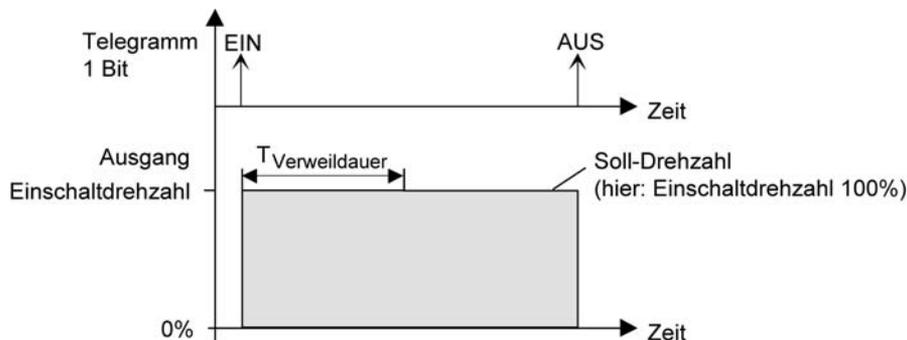
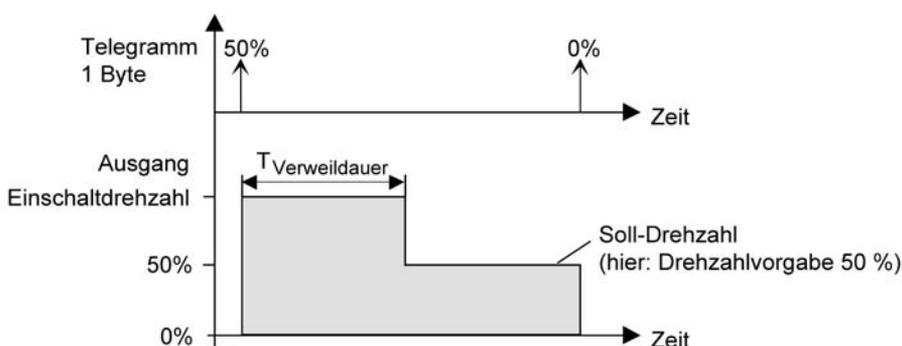
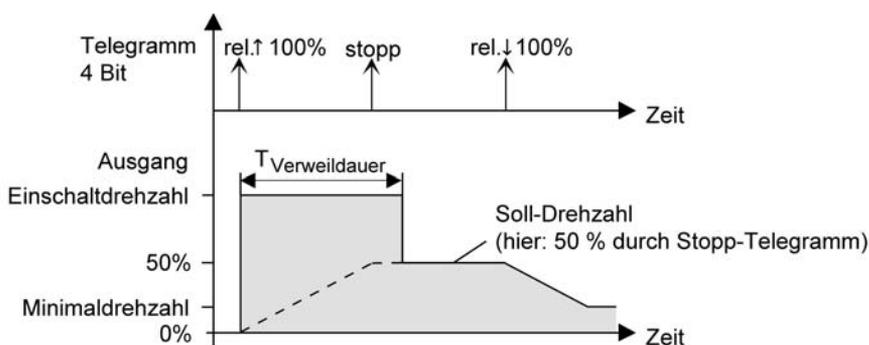

Bild 39: Einschalt-Drehzahl und Soll-Drehzahl bei Schaltbefehlen
Bild 40: Einschalt-Drehzahl und Soll-Drehzahl bei Wertbefehlen
Bild 41: Einschalt-Drehzahl und Soll-Drehzahl bei relativen Dimmbefehlen
- i** Soll-Drehzahl: Die Soll-Drehzahl ergibt sich direkt aus Schaltbefehlen durch Schalt-Telegramme oder durch die Handbedienung. Die Soll-Drehzahl ist dann die Einschaltdrehzahl (Bild 39). Alternativ wird die Soll-Drehzahl unmittelbar durch Telegramme auf das Drehzahlobjekt oder durch Drehzahlvorgaben der Szenenfunktion oder Sperr- und Zwangsstellungsfunktionen festgelegt (Bild 40). Beim relativen Dimmen über ein 4 Bit Dimmtelegramm gibt die Schrittweite des Telegramms das Dimmziel und somit die Soll-Drehzahl vor. Wenn ein relativer Dimmbefehl durch ein Stopp-Telegramm angehalten wird (z. B. Taste am Tastsensor vorzeitig losgelassen), entscheidet der Zeitpunkt des Stopp-Telegramms, welche Drehzahl als Soll-Drehzahl eingestellt wird (Bild 41). Sofern das Stopp-Telegramm noch während der Verweildauer der Einschaltdrehzahl beim Aktor empfangen wird, berücksichtigt der Aktor die im Hintergrund nachgeführte und hochgedimmte Drehzahl zum Stoppzeitpunkt als Soll-Drehzahl. Wenn hingegen das Stopp-Telegramm bei Aktor eintrifft, nachdem die Verweildauer der Einschaltdrehzahl abgelaufen ist, stellt der Aktor die durch die Schrittweite des Dimmtelegramms vorgegebene Drehzahl als Soll-Drehzahl ein. Das Stopp-Telegramm wird in diesem Spezialfall verworfen. In der Regel senden Tastsensoren in der Standard-Konfiguration Dimmschrittweiten von 100 % aus. Das Stopp-Telegramm entscheidet dann, wann ein relativer Dimmvorgang vorzeitig abgebrochen wird. Kommt das relative Dimmen in der Betriebsart "Drehzahlsteller" zum Einsatz und ist eine relativ kurze Verweildauer zur Einschaltdrehzahl konfiguriert, sollten Tastsensoren auf kleinere Dimmschrittweiten mit Telegrammwiederholung umkonfiguriert werden. Hierbei ergibt sich der Vorteil, dass keine Stopp-Telegramme ausgesendet werden müssen, um Zwischenwerte des möglichen Dimmbereiches anzudimmen.